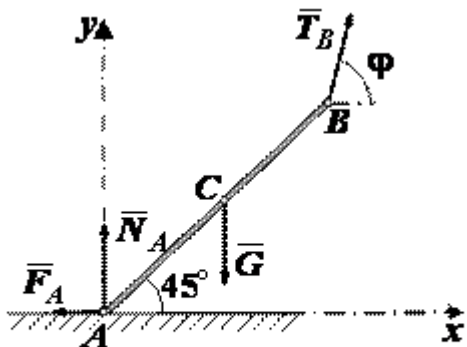

Рис. 1.30
**B** веревкой (рис. 1.30). Коэффициент трения бруса об пол равен  $f$ . При каком угле  $\varphi$  наклона веревки к горизонту брус начнет скользить по полу? Угол  $\alpha$ , образуемый брусом с полом, равен  $45^\circ$ .